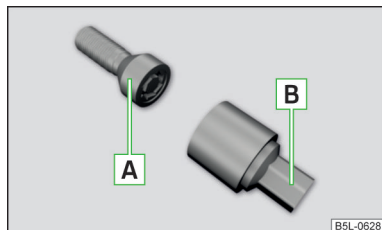

Fig. 183
Șuruburile de roată antifurt protejează roțile împotriva unui furt. Acestea pot fi **slăbite/strânse** numai cu adaptorul **B** » fig. 183.
- Introduceți adaptorul **B** » fig. 183 în șurubul de roată antifurt **A**, până la capăt.
- Introduceți cheia de roți pe șurub până la capăt. Utilizați pentru șuruburile de roată antifurt adaptorul corespunzător » fig. 183 la pagina 158.